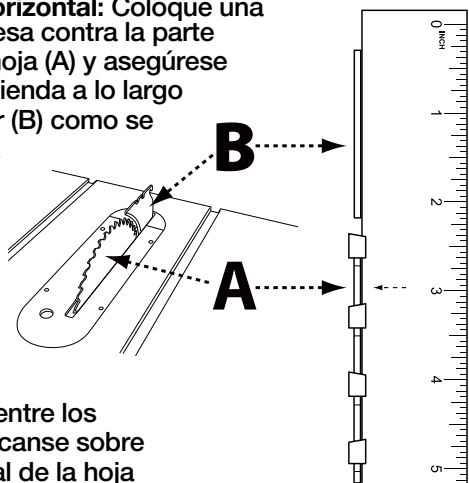

FIGURA 24a
1. **Alineación horizontal:** Coloque una regla en la mesa contra la parte frontal de la hoja (A) y asegúrese de que se extienda a lo largo del separador (B) como se muestra en la Figura 24a. El separador debe tocar ligeramente la regla. Asegúrese de que la regla se acomode entre los dientes y descansen sobre la parte frontal de la hoja y el separador para una alineación correcta.